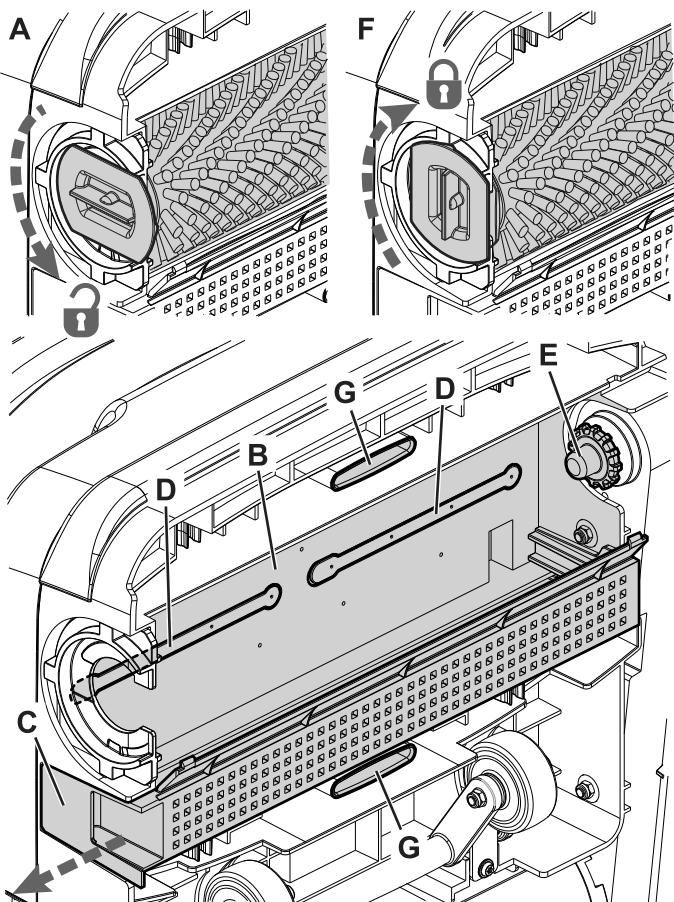

Рис. 10
6. Перед установкой планок швабр тщательно очистите трубопроводы отработанной воды (G, Рис. 10).
7. Установите на место планки швабры (20) и убедитесь, что они надежно закреплены.
1. Поверните рычаг (A, Рис. 10) против часовой стрелки и снимите щетку.
2. Очистите и вымойте цилиндрическую щетку (18) водой с моющим средством.
4. Тщательно очистите отсек щетки (B).
5. Снимите бачок для сбора мусора (C), очистите и промойте его чистой водой, затем верните на место.
6. Разберите раздатчики раствора (D) и очистите их водой с моющим средством, затем ополосните и установите обратно в соответствующие пазы.
7. Установите цилиндрическую щетку (18) обратно на приводную ступицу (E) и приведите ее в зацепление, повернув рычаг (F) по часовой стрелке.